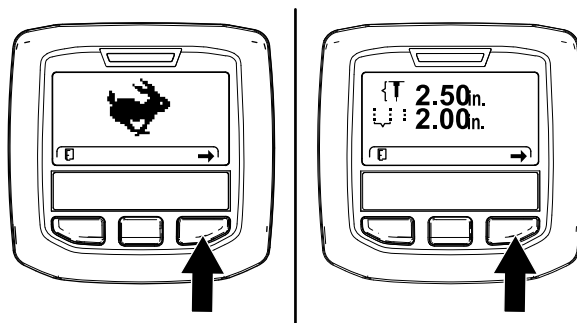
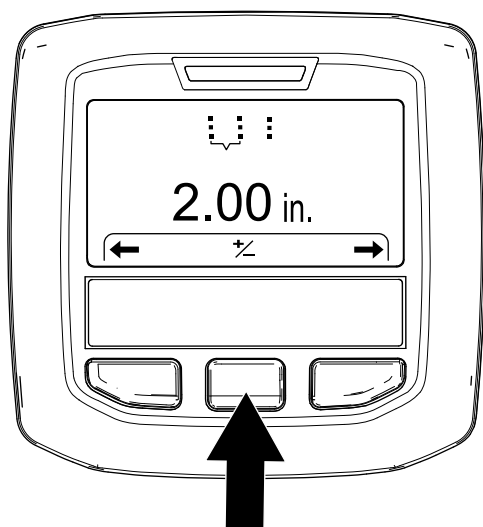

图 54
图 55
3. 按右侧 InfoCenter 信息中心按钮直至“设置打孔间距”屏幕显示 图 54 和 图 55。